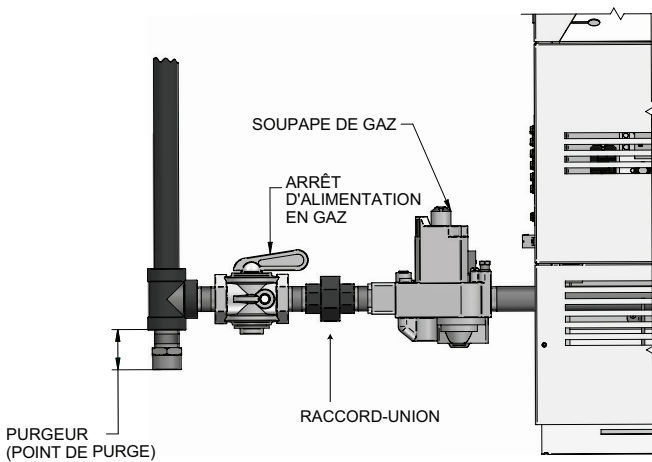

Figure 3-1 _Raccord de conduite de gaz
3. Pour faciliter l'entretien, on suggère d'installer un raccord union, voir la figure 3-1 à la page 22.
5. Un purgeur (point de purge) **DOIT** être fourni par l'installateur à l'entrée du raccordement de gaz à l'appareil, voir la Fig. 3-1 à la page 22.
Toutes les canalisations de gaz doivent être faites avec des joints résistants à l'action du pétrole liquéfié et du gaz naturel. Toute la tuyauterie doit être conforme aux codes locaux. Les installations des conduites doivent respecter les normes et les pratiques approuvées. Pour une installation type, consultez la figure 3-1.